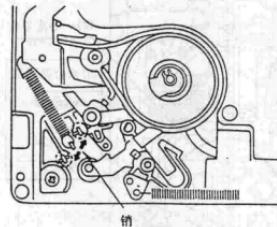

图75
②因为张力表非常灵敏, 所以建议取三次读数;
③如果超过 $20\sim25$ g技术规格, 就改变弹簧槽口位置, 如图75所示。